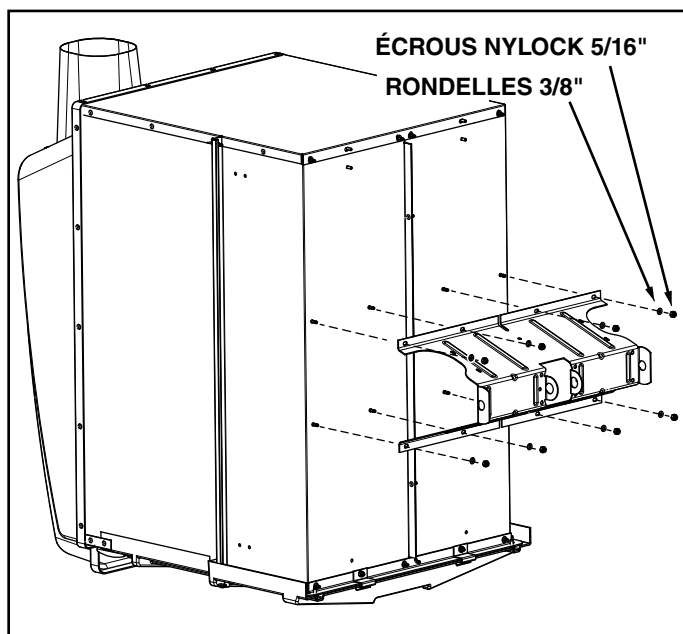

FIGURE 1
1. Basculez le chariot vers l'arrière pour le poser à la verticale sur l'arrière du chariot. Voir la figure 1.
2. Fixez le support de roue au chariot à l'aide de huit écrous nylock de 5/16" et de rondelles de 3/8". Voir la figure 1.